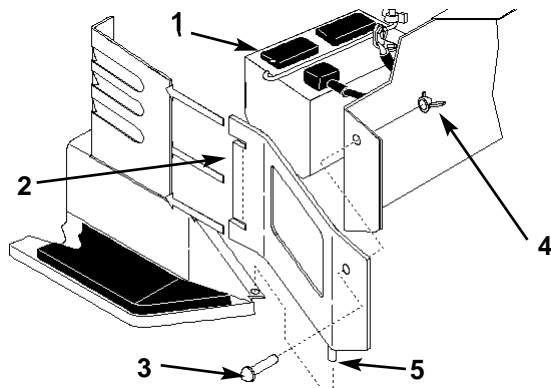

Bild 37
3. Zum Entfernen der Batterie, die Seitenwände abnehmen (Bild 37). Die Flügelmuttern und Schrauben entfernen und anheben, bis sie frei vom Stehbolzen sind, dann die Wandlaschen aus dem Lenkgehäuse herausschieben.
7. Die Batterie in das Chassis einführen (Bild 37).
11. Die Seitenwände durch Einschieben der Wandlaschen in das Lenkgehäuse und Einführen des Stifts in den Flansch des Fußbretts montieren. Mit Schrauben und Flügelmuttern absichern (Bild 37).